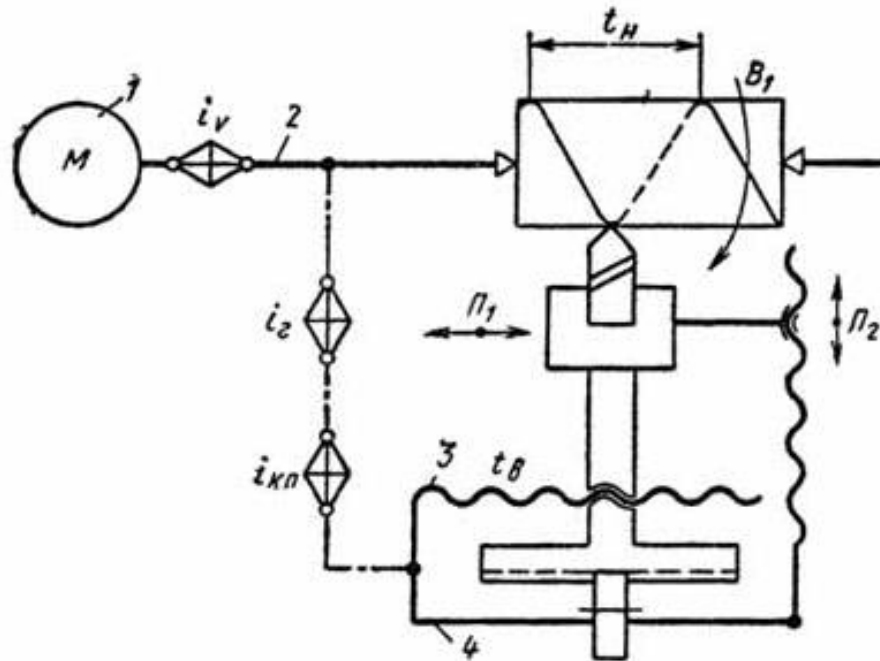

Рис. 10
16. Для станка какого типа (рисунок 10) представлена кинематическая схема. Какие движения могут совершать рабочие органы станка?